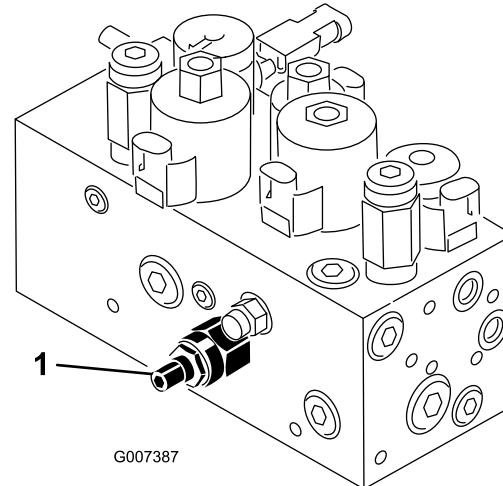

Figura 59
El circuito de elevación/bajada de la unidad de corte está equipado con una válvula de control de flujo (Figura 59). Esta válvula viene ajustada de fábrica, con una abertura de aproximadamente 3 vueltas, pero es posible que sea necesario ajustarla para compensar diferencias en la temperatura del aceite hidráulico, velocidad de siega, etc. Si es necesario ajustarla, proceda de la manera siguiente:
1. Levante el asiento y localice la válvula de control de flujo del bastidor de tiro central (Figura 59), situada en el lateral del colector hidráulico.